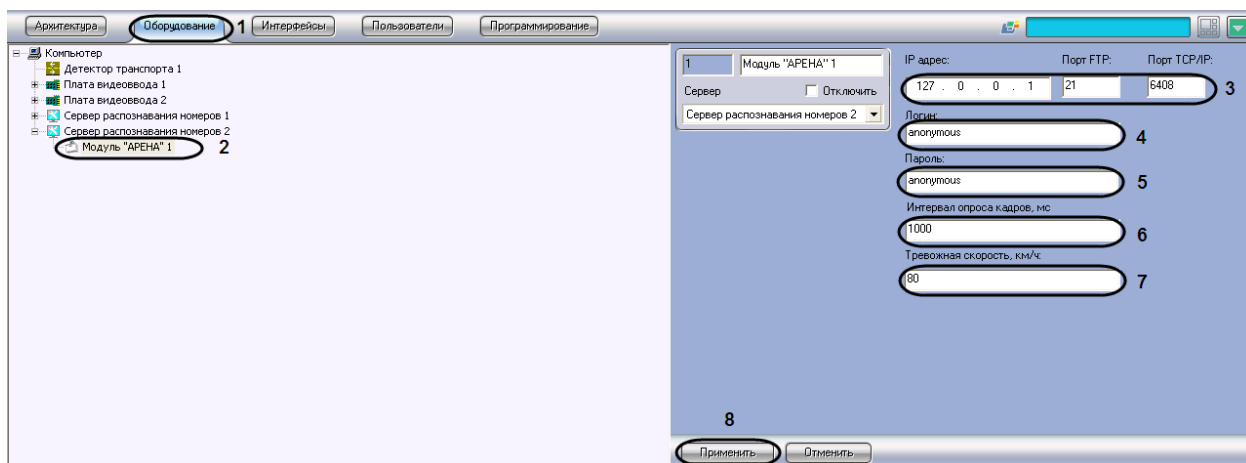

Рис. 7.2—2. Настройка программного модуля «Арена»
1. В диалоговом окне «Настройка системы» перейти на вкладку «Оборудование» (Рис. 7.2—2, 1).
2. В дереве объектов на вкладке «Оборудование» выбрать объект «Модуль „Арена“», соответствующий настраиваемому программному модулю «Арена» (Рис. 7.2—2, 2). В правой части вкладки «Оборудование» отобразится панель настройки выбранного объекта.
3. В поле «IP адрес» ввести IP-адрес компьютера ИС «Арена» с установленным ftp-сервером (см. Рис. 7.2—2, 3).
4. В поле «Порт» ввести порт для подключения к данному ftp-серверу (см. Рис. 7.2—2, 3). По умолчанию используется порт 21.
5. В поля «Логин» и «Пароль» ввести имя пользователя и пароль для подключения к данному ftp-серверу (см. Рис. 7.2—2, 4-5).